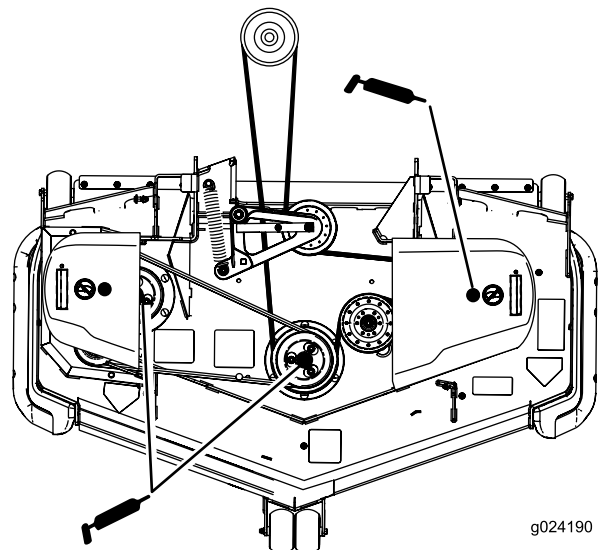

Bild 40
5. Schmieren Sie die drei Spindellager ein, bis das Schmiermittel aus den unteren Dichtungen austritt (Bild 40).
7. Fetten Sie den Spannarm des Treibriemens ein (Bild 40).